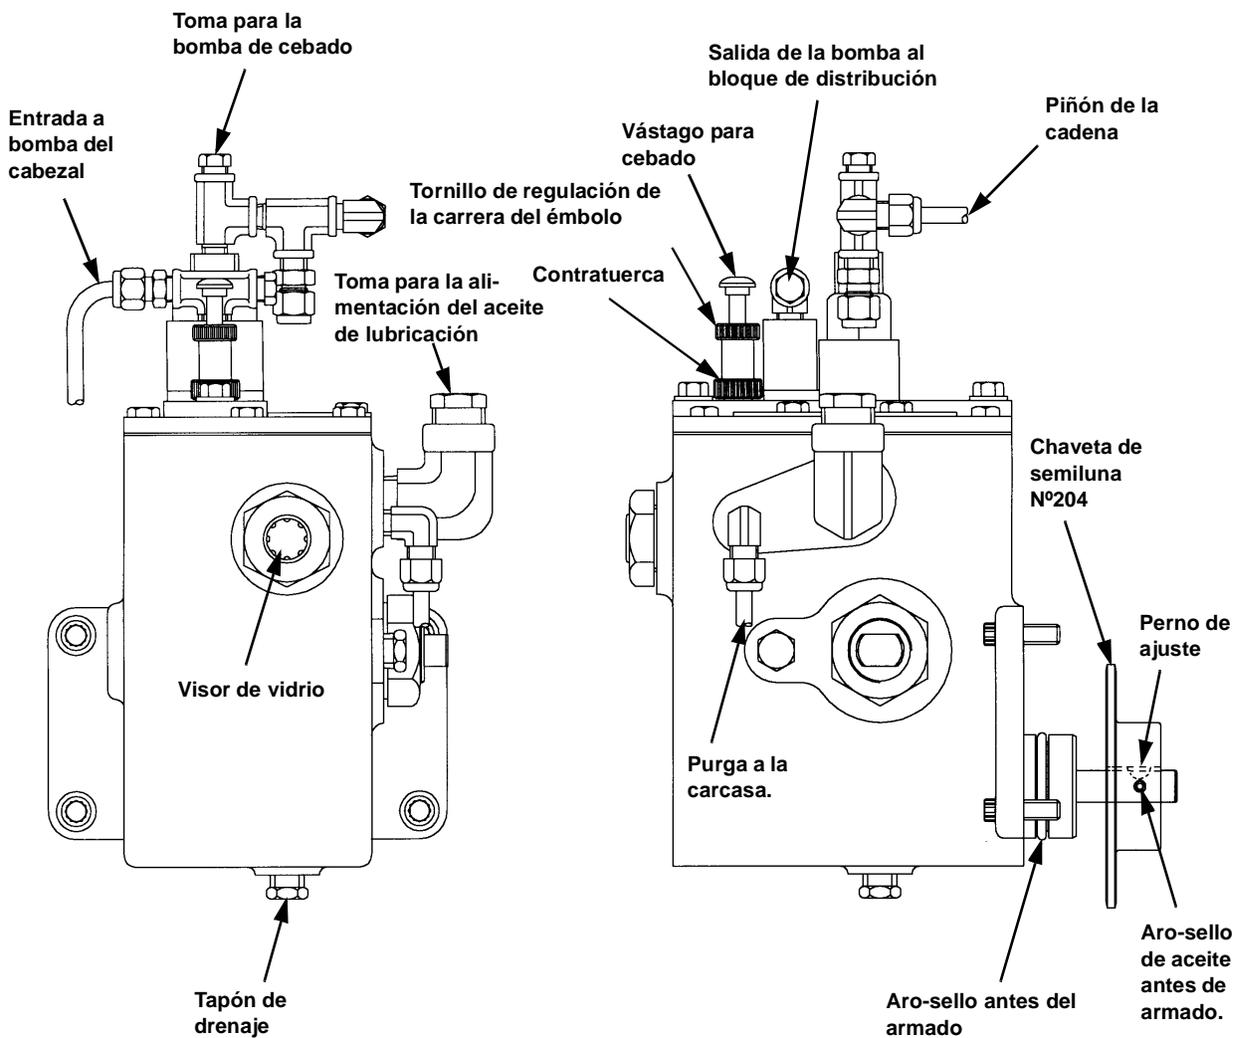

FIGURA 5-10: LUBRICADOR Y EL PIÑÓN
1. Refierase a la Figura 5-10 en la página 5-16